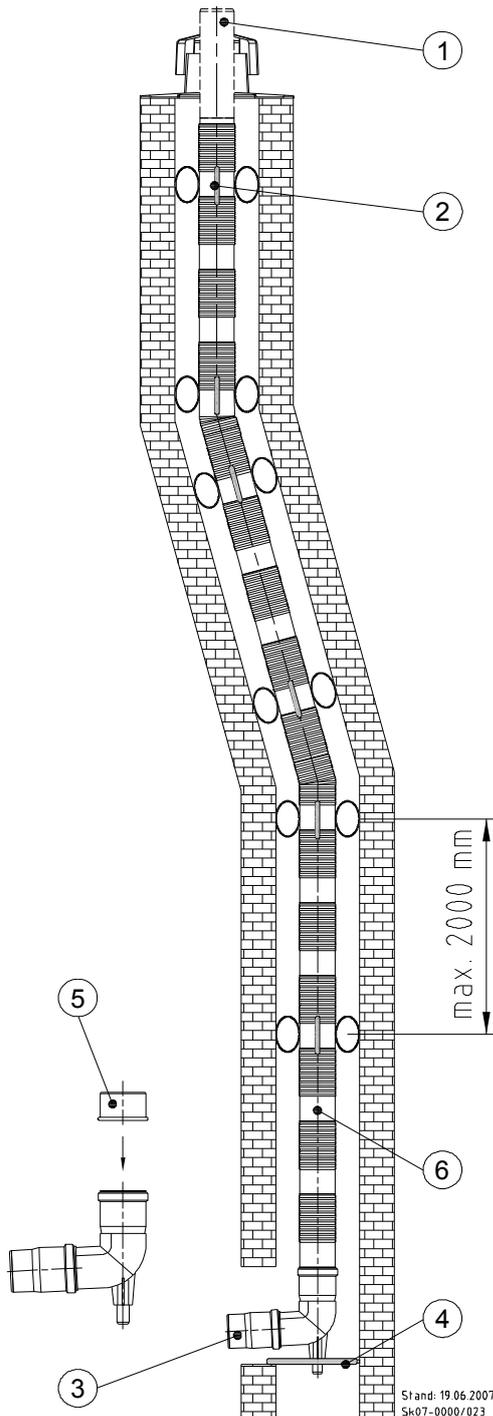
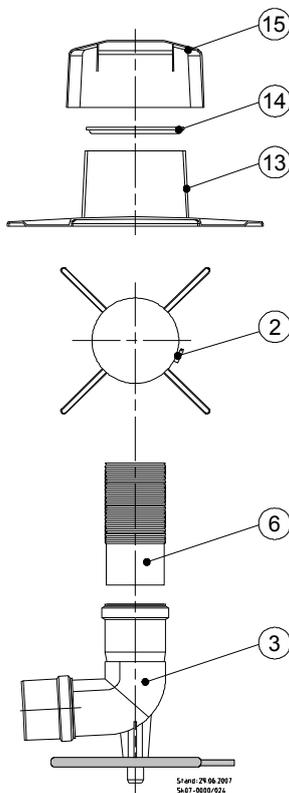

Abb. 57: Kaminsystem, flexibel
Abb. 59: Detail-Zeichnung Befestigung Schachtabdeckung
Legende zu Abb. 57:
- ➔ Säubern und entgraten Sie das Einsteckende des Abgasrohres ⑥ (s. Abb. 57).
- ➔ Reiben Sie das Einsteckende des Abgasrohres ⑥ mit säurefreiem Gleitmittel ein.
- ➔ Stecken Sie das sichtbare glatte Ende des Abgasrohres ⑥ in den auf dem Auflager sitzenden Stützbogen ③.
Legende zu Abb. 59:
②	Abstandhalter
③	Stützbogen mit Auflager
⑥	Flexibles Abgasrohr
⑬	Unterteil der Schachtabdeckung
⑭	Flexrohrklemme
⑮	Abdeckhaube
- ➔ Schieben Sie als erstes das Unterteil der Schachtabdeckung ⑬ (s. Abb. 59) über das Leitungsende Abgasrohr ① (s. Abb. 57).
- ➔ Spreizen Sie die Flexrohrklemme ⑭ auf.
- ➔ Schieben Sie die aufgespreizte Flexrohrklemme über das Leitungsende bis zum Unterteil der Schachtabdeckung ⑬.